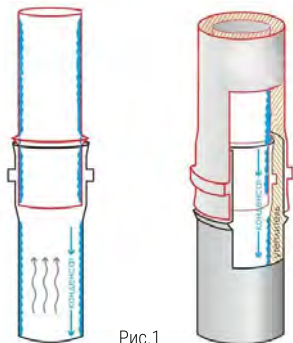

Рис.1
- Правильным считается монтаж, при котором верхний модульный элемент вставляется в нижний. При монтаже сэндвича внутренняя труба входит внутрь предшествующей, а наружная труба надевается на предыдущую [Рис.1].